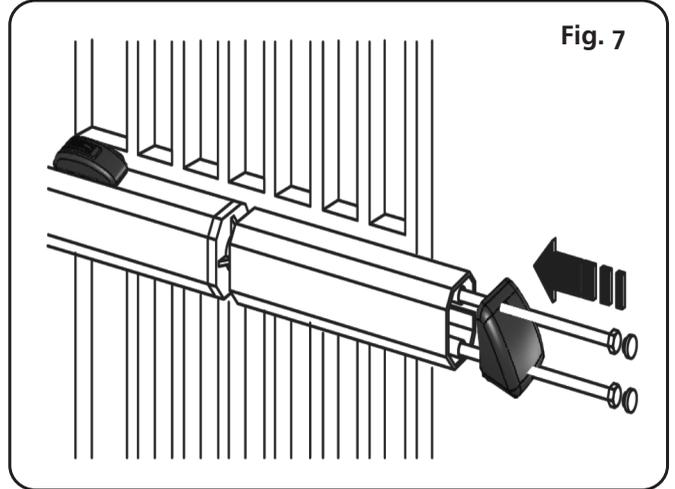

Fig. 7
- N) Prepare el cárter de protección y colóquelo sobre el operador como se indica en la fig. 7.